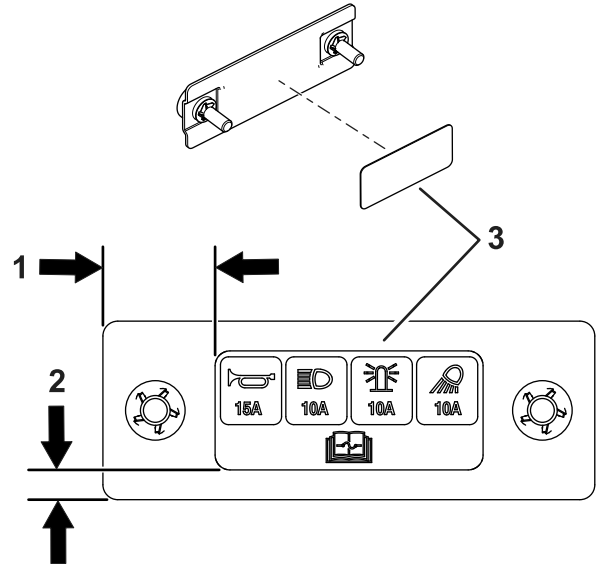

Figur 10
11. Låt kulkontaktarna vara fränkopplade enligt Figur 10.